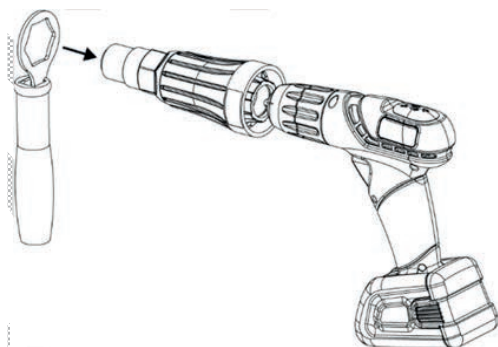

Figure 7
- ATTENTION** : Si le rivet est difficile à fixer, la force de contre-rotation sera plus grande. Nous vous recommandons d'installer la poignée d'extension (figure 7). Il est aussi fortement recommandé de faire démarrer la perceuse lentement.
**ATTENTION** : Si le rivet creux est difficile à fixer, la force de contre-rotation sera plus grande. Nous vous recommandons d'installer la poignée d'extension (figure 7). Il est aussi fortement recommandé de faire démarrer la perceuse lentement.